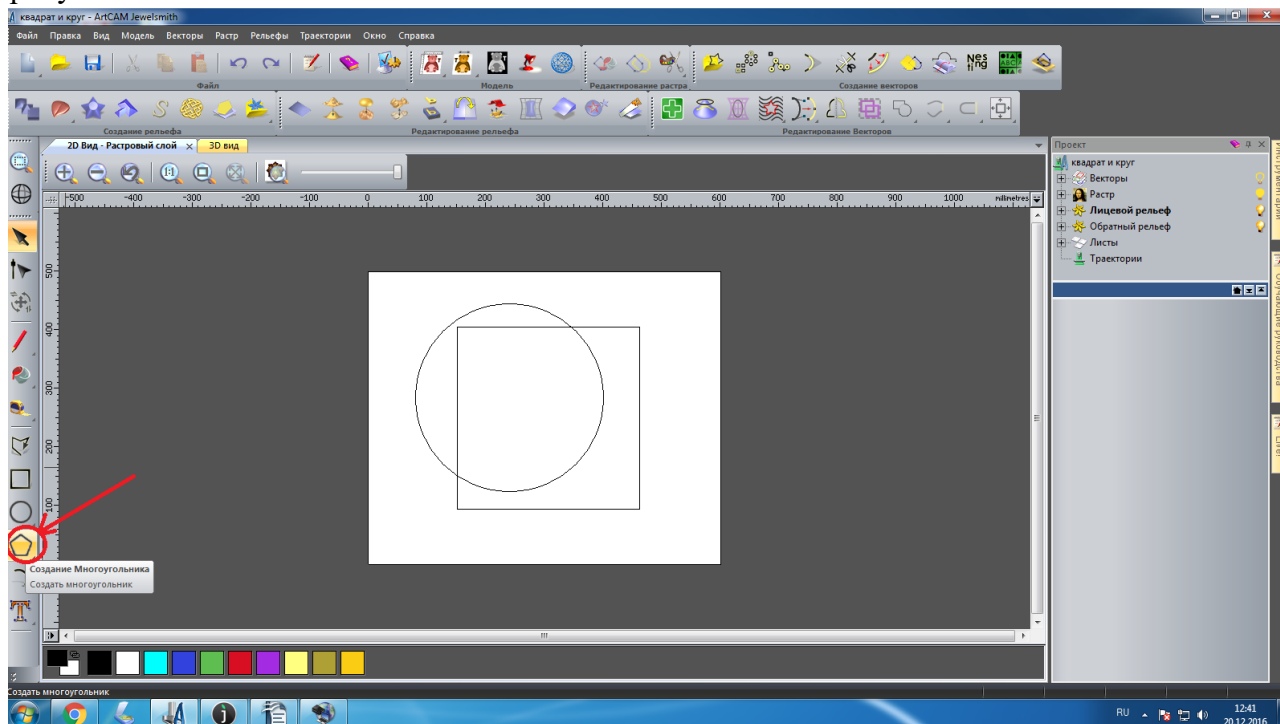

Рисунок 9. Создание многоугольника
10. С помощью инструмента «Создание многоугольника» создайте многоугольник, рисунок 9 и 10